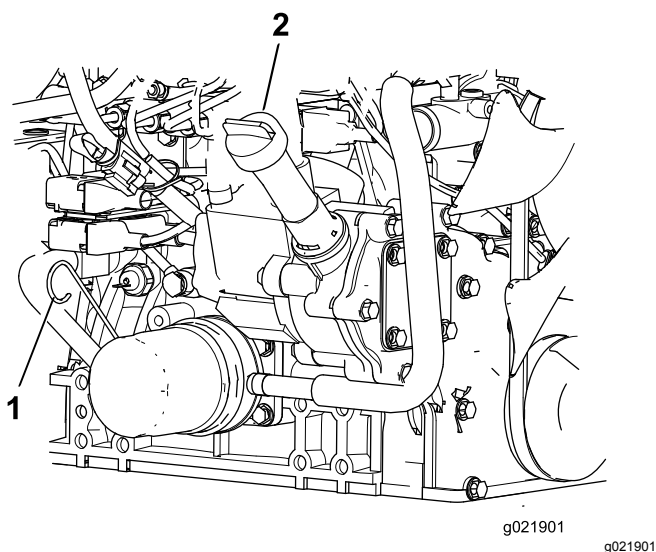

Figure 71
3. Sortez la jauge, essuyez-la sur un chiffon propre, replacez-la dans le goulot de remplissage, puis ressortez-la. Le niveau d'huile doit se situer entre les repères MINIMUM et MAXIMUM (Figure 71).
4. Si le niveau d'huile est trop bas, retirez le bouchon de remplissage et faites l'appoint d'huile jusqu'à ce que le niveau se situe entre les repères MINIMUM et MAXIMUM (Figure 71).